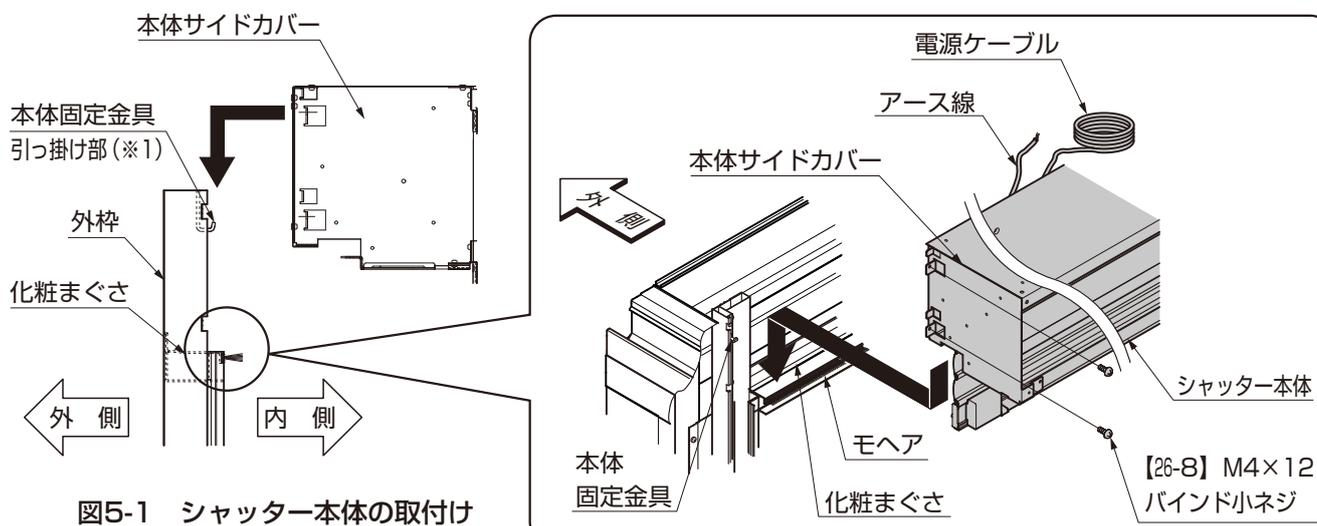

図5-1 シャッター本体の取付け
- ①シャッター本体をダンボールから取出したら、シャッター本体の裏面から出して、電源ケーブルとアース線を伸ばして端部をシャッター本体の上に仮に載せてください。
- ②本体サイドカバーを持ち、シャッター本体を化粧まぐさの上に載せてください。(図5-1参照)
- 電源ケーブルとアース線を、シャッター本体と化粧まぐさの間にはさみ込まないように、上に出してください。(図5-1参照)
- ⑤シャッター本体が本体固定金具に掛かっていることを再度確認して、シャッター本体を本体固定金具に【26-8】で取付けてください。